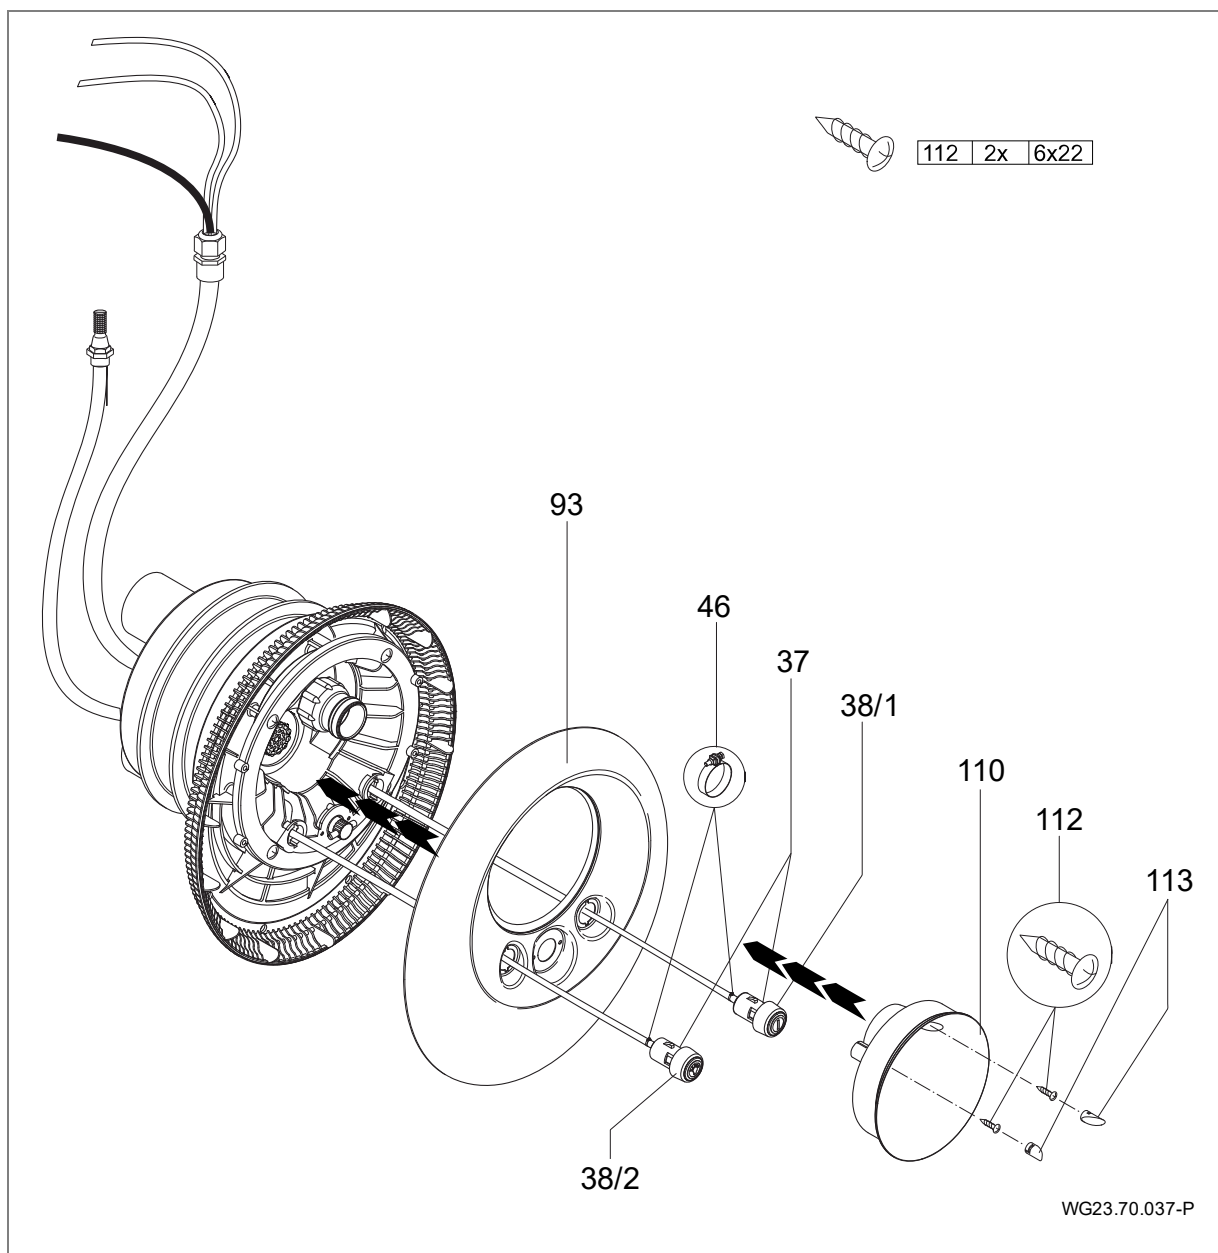

Fig. 19
7. Faire passer les flexibles pneumatiques à travers les ouvertures du cache en acier inoxydable (93) ; éclairage MARCHE / ARRÊT gauche ; pompe MARCHE / ARRÊT droite ; et fixer aux boutons-poussoirs correspondants à l'aide des pinces pour flexibles (46). (Fig. 19)